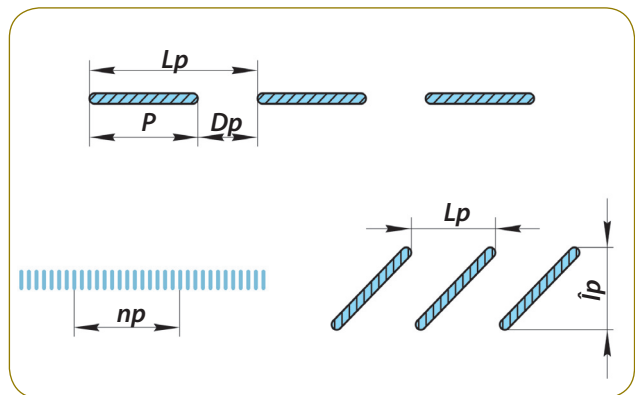

Figura 2.1. Structura cusăturii
**Pas (P)**, care reprezintă distanța dintre două împunsături succesive ale materialului cu acul (figura 2.1).